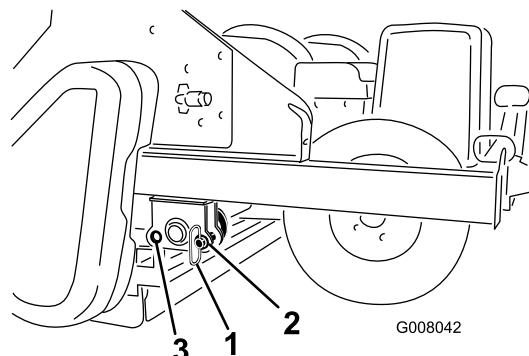

Figura 16
1. Retire los pasadores de almacenamiento de los taladros traseros (Figura 16).
2. Baje lentamente el procesador de terrones hasta que descansen sobre el rodillo trasero y los neumáticos. instale los pasadores de almacenamiento en los taladros delanteros (Figura 16).